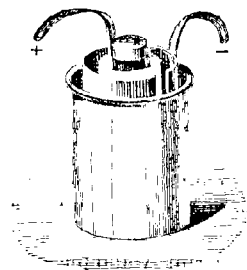

Fig. 123.
3. La pile de Daniell est d'un usage très-répandu. Il en est de même de celle du chimiste allemand Bunsen¹, dont l'idée première appartient au physicien anglais Grove². Dans cette pile (fig. 123), nous retrouvons un vase extérieur en faïence ou